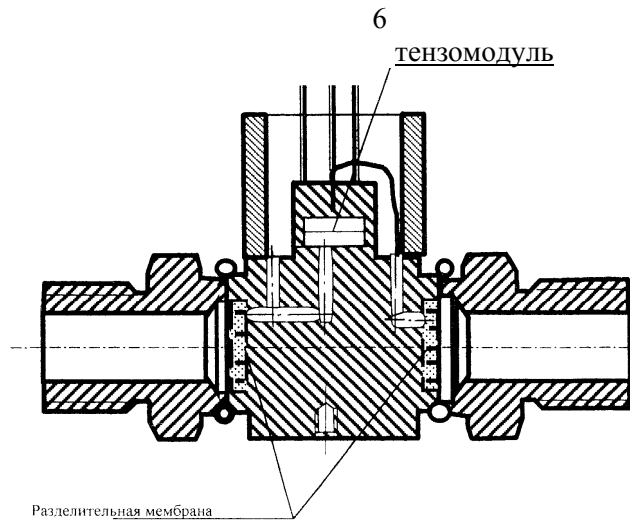

Рисунок 1 - Устройство измерительного модуля
4.3 Первичным измерительным преобразователем является пьезорезистивный кремниевый тензомодуль (пластина монокристаллического кремния с диффундированными тензорезисторами, соединёнными по мостовой схеме), действующий в качестве пружинной мембраны, которая разделяет плюсовую и минусовую камеры. Измерительные камеры отделены от среды измерения разделительной мембраной и заполнены специальной жидкостью. Конструкция тензомодуля гарантирует устойчивость измерительного преобразователя от ударных воздействий измеряемым давлением и от перегрузки по давлению (см. рисунок 1).